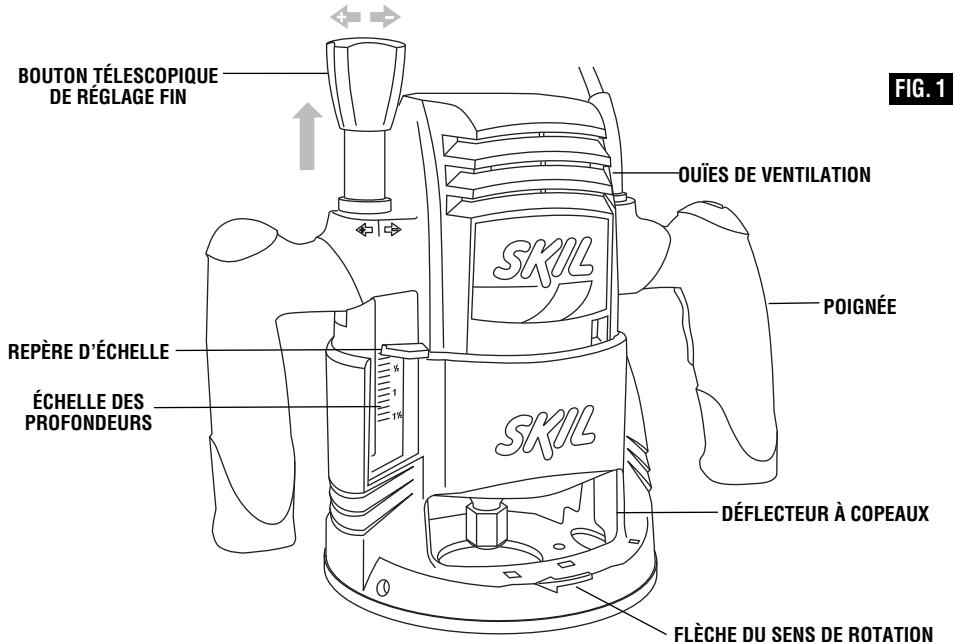

FIG. 2
Pour utiliser le système de réglage fin, desserrez le levier de serrage de l'embase, déboîtez le bouton de réglage fin en le tirant vers le haut et tournez ce dernier en sens horaire pour abaisser le fer ou en sens opposé pour le relever (Fig. 2).
**POUR VERROUILLER LA GÂCHETTE SUR 'MARCHE'** : appuyez sur la gâchette, enfoncez le bouton de verrouillage sur marche et relâchez la gâchette (Fig. 2).